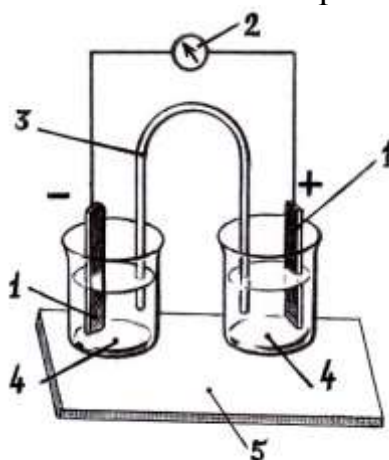

Рис. 2. Схема гальванического элемента: 1 – электроды; 2 – гальванометр; 3 – электролитный мостик; 4 – стаканчики; 5 – подставка
Всякий гальванический элемент состоит из двух электродов – металлов, погруженных в растворы электролитов, последние сообщаются друг с другом обычно через пористую перегородку или электролитный мостик. Схема гальванического элемента показана на рис. 2.
**Выполнение опыта.** Составьте медно-цинковый элемент. Для этого один из стаканчиков 4 (рис. 2) заполните 1М раствором сульфата цинка ( $ZnSO_4$ ), другой – 1М раствором сульфата меди (II) ( $CuSO_4$ ). Оба стаканчика поставьте в углубления подставки 5. Соедините стаканчики электролитным мостиком 3, заполненным насыщенным раствором хлорида калия в смеси с агар-агаром (желатин). Соедините электроды 1 с гальванометром 2 и опустите в раствор сульфата цинка цинковый электрод, а в раствор сульфата меди (II) – медный. Наблюдайте отклонение стрелки гальванометра, запишите показания гальванометра.